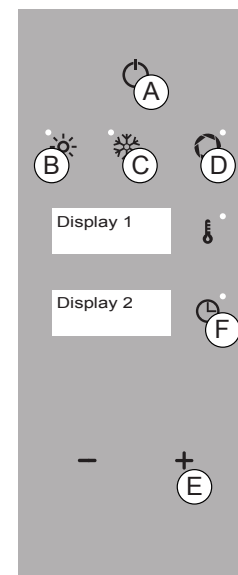

Fig. 9
1. Pressionar a tecla de “ENVIO” (Fig. 9/A) e pressionar contemporaneamente as teclas “CONVECÇÃO”, “VENTILAÇÃO” e “PURGA” por 5 segundos (Fig. 9/B+C+D).
2. Pressionar mais vezes a tecla “MAIS” até selecionar “P05” (Fig. 9/E - Ecrã 1).
3. Pressionar a tecla “TEMPO” (Fig. 9/F) para entrar no parâmetro e com a tecla “MAIS” configurar o valor em “1”.
4. Para memorizar o parâmetro, pressionar a tecla “TEMPO” (Fig. 9/F).
Manter pressionada por 5 segundos a tecla de “ENVIO” (Fig. 9/A) para sair da função.